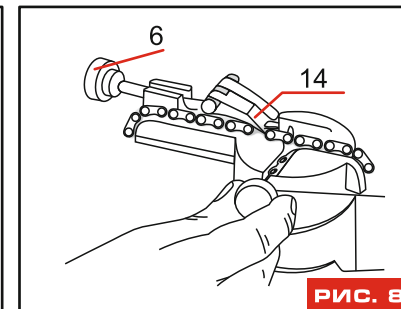

РИС. 8
При заточке следующего зуба не обязательно заново регулировать установочный клин (14). Достаточно установить звено в притык к установочному клину и зафиксировать это положение винтом (6), не допуская свободного движения цепи в процессе заточки (рис. 8).